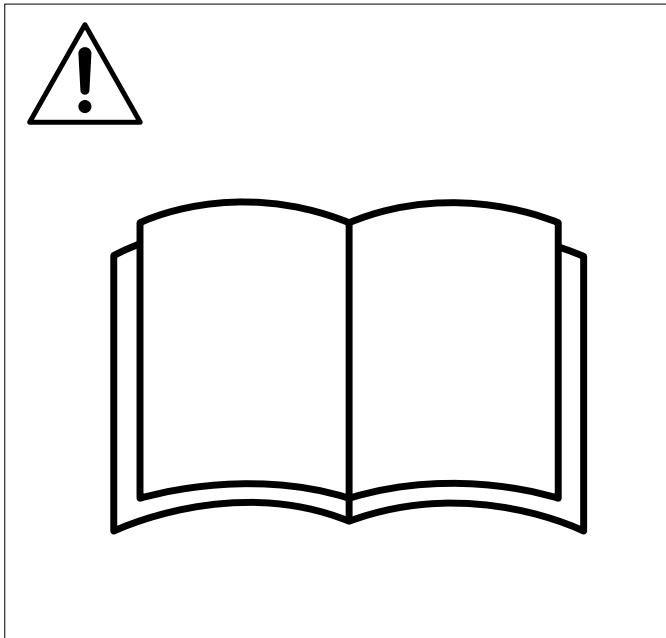

Fig.1
- b** Prima dell'uso, leggere per intero il manuale dell'operatore e accertarsi di aver compreso le istruzioni (Fig. 1).
- b** Před použitím si pozorně přečtěte návod k obsluze a ujistěte se, že rozumíte uvedeným pokynům (Fig. 1).
- b** Pozorne si prečítajte návod na obsluhu a pred použitím sa uistite, že ste pokynom porozumeli (Fig. 1).